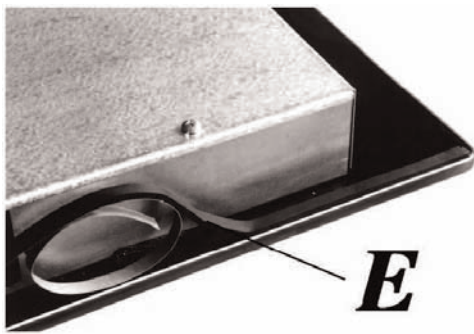

FIG. 9
- Dar la vuelta a la placa y colocar correctamente la guarnición "E" (fig. 9) debajo del borde de la